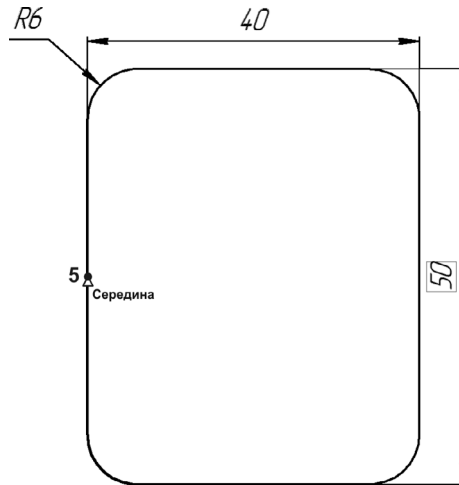

Рис. 62.50.
11.2. После этого зафиксируйте точку (рис. 62.50).